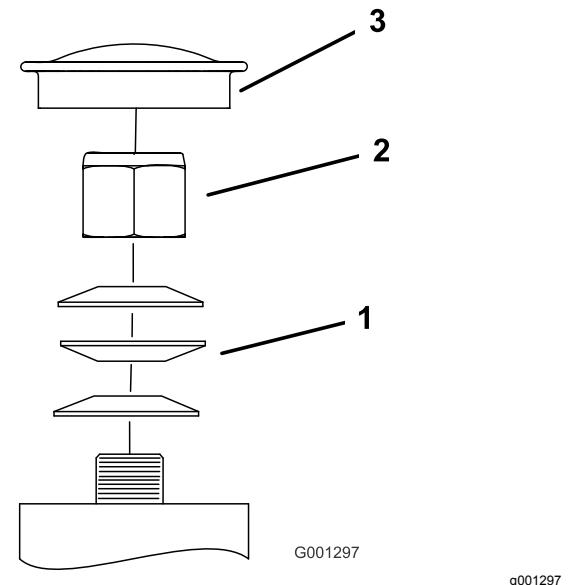

Figura 79
3. Retire el tapón guardapolvo de la rueda giratoria y apriete la contratuerca (Figura 79).
4. Apriete la contratuerca hasta que las arandelas de muelle estén planas, luego afloje la contratuerca $\frac{1}{4}$ de vuelta para establecer la pre-carga correcta de los cojinetes (Figura 79).
5. Coloque el tapón guardapolvo (Figura 79).